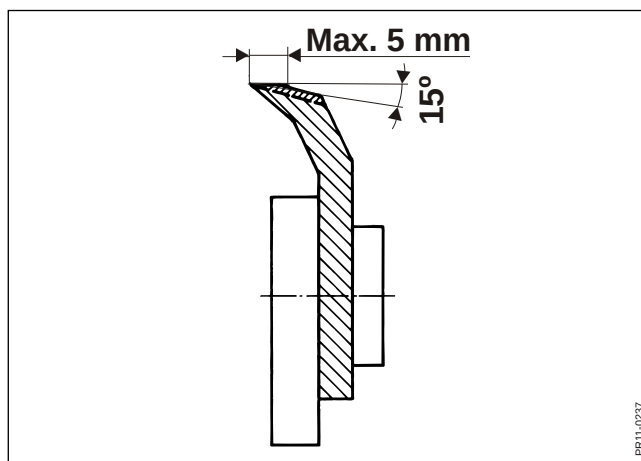

Fig. 4-19
**Fig. 4-19** For at undgå unødigt kraftforbrug under arbejde med snitteren og ekstra stort slid på slibestenen, er det nødvendigt at foretage en grovslibning eller afretning af knivene når skærekanten er 5 mm bred eller derover. Bagkanten skal slibes ned i en vinkel på ca. 15° bagover.